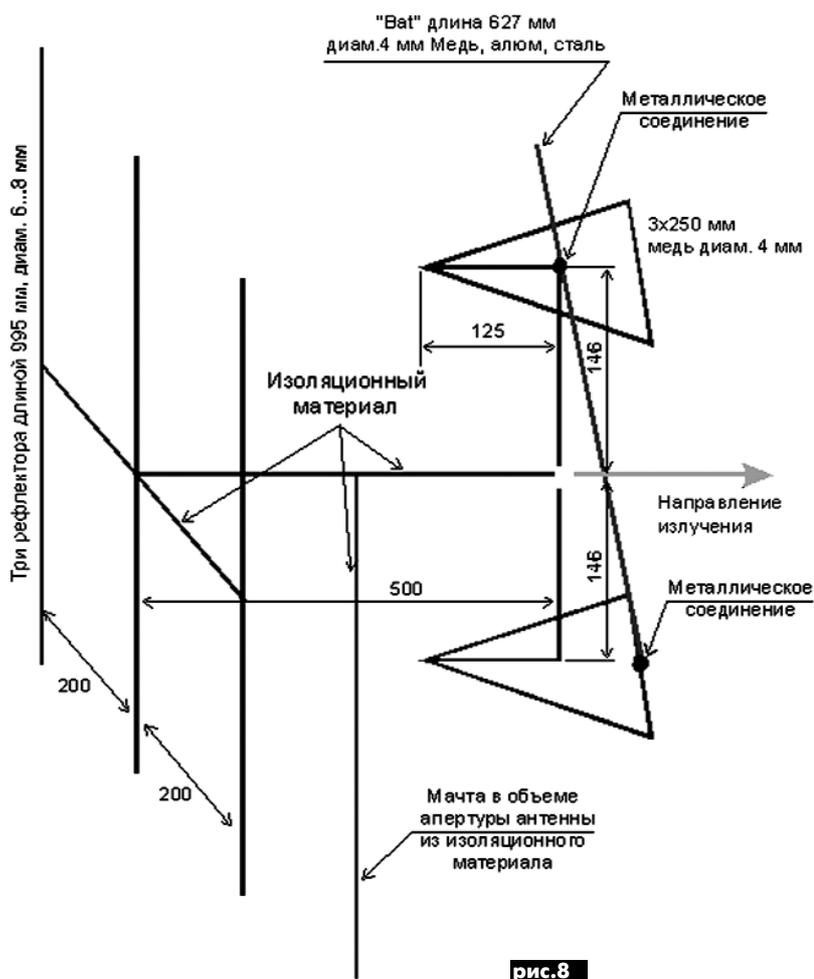
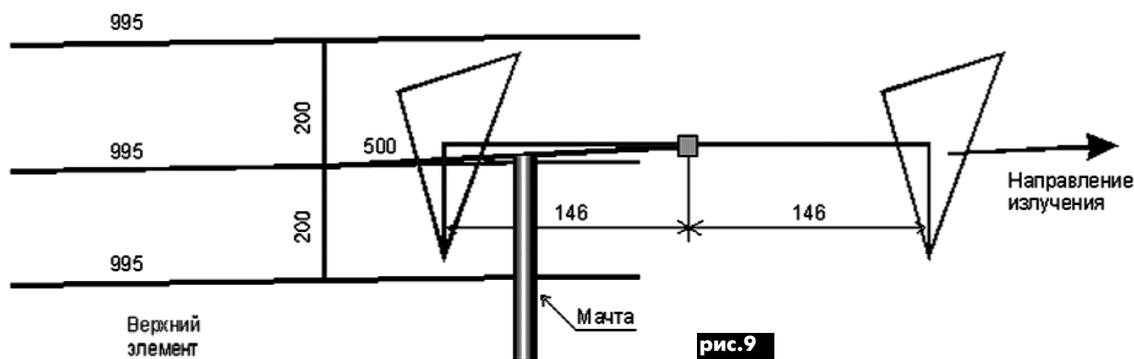
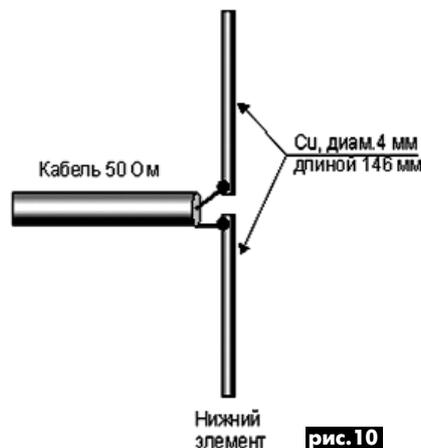

рис.8
рис.9
рис.10
Строки 28–30 – измерение амплитуды сигнала в канале-5. На схеме осциллографа (рис.8, “Ступень 8”) к этому каналу подключен переменный резистор R1 “Развертка”. В зависимости от положения его движка на вывод 28 МК будет подаваться напряжение 0...5 В. Внутренний АЦП измеряет это напряжение и заносит в переменную “scan” число 0x00–0xFF. Получается простейший преобразователь “угол поворота резистора – числовой код”.
**Вариант 2.** Это модернизированная антенна варианта 1, к которой добавлен так называемый "bat" (рис.8). В этом случае усиление антенны достигает 8 дБ.
На рис.8 показана структура антенны варианта 4 с вертикальной поляризацией. На рис.9 показана конструкция антенны варианта 4 с горизонтальной поляризацией. На рис.10 показано подключение питающего кабеля 50 Ом к антенне.